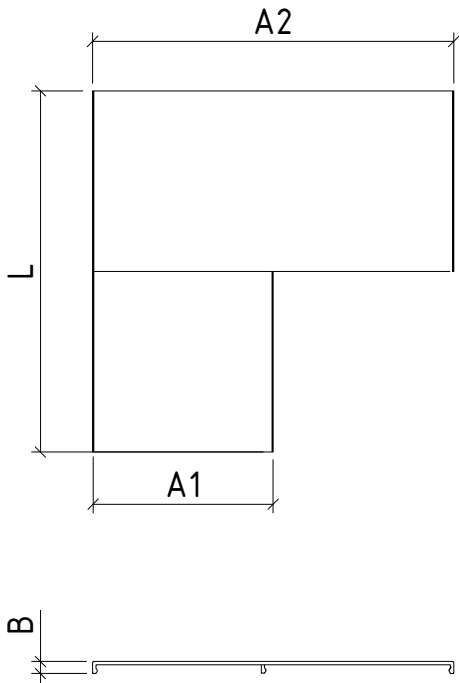

Рис. 2
- Кабельные системы для прокладки трасс КИП/АСУТП RAL 6038 (#37f207) Зеленый шартрёза (Рис. 2).